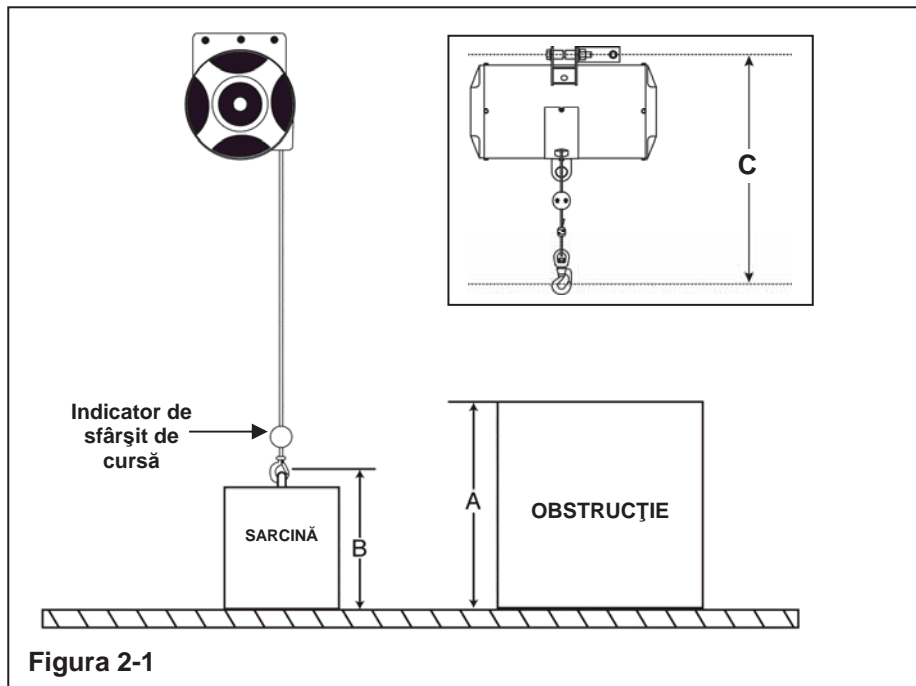

Figura 2-1
- Pas 1. Măsurăți de la punctul de preluare la cea mai înaltă obstrucție pentru deplasarea piesei la punctul de lăsare în jos (Vezi elementul Figura 2-1 A).
- Pas 2. Măsurăți distanța de la partea inferioară a piesei sau a elementului de fixare, oricare se află la punctul inferior până la punctul de fixare a cârligului. (Vezi elementul Figura 2-1 B).
- Pas 4. Înălțimea minimă de instalare pentru balansier la orificiile de montare ale căruciorului de macara reprezintă suma dintre: dimensiunea „C” (Vezi Figura 2-1), înălțimea obstrucției (Vezi elementul Figura 2-1 A) și înălțimea piesei și a mânerului (Vezi elementul Figura 2-1 B).